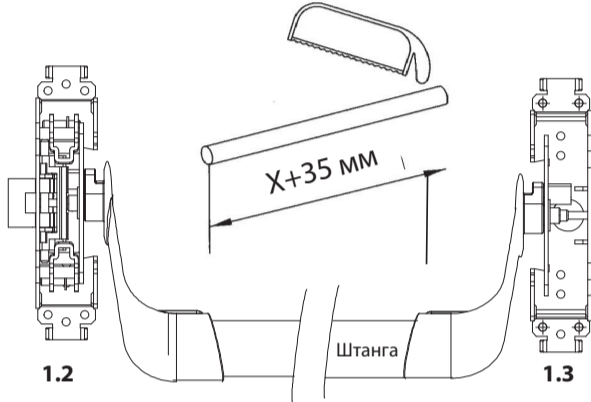

Рис.9
Открутите четыре винта крепления декоративного чехла и снимите его. Рычаг крепления штанги должен находиться в нижнем положении. Просверлите отверстия под механизмы крепления согласно сделанной разметке. Закрепите механизмы крепления 1.2 и 1.3 на дверном полотне. Измерьте расстояние между рычагами (X) (Рис.9), прибавьте к длине X+ 35 мм(заход в рычаги), отметьте это расстояние на штанге и отрежьте штангу.